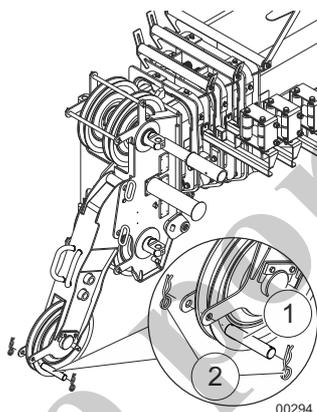

Fig. 255 Instalación del protector de cables en el plumín auxiliar
- 5 Inserte el protector de cables (1, Fig. 255) en la polea del plumín auxiliar y sujételo firmemente con pasadores hendidos de resorte (2, Fig. 255).